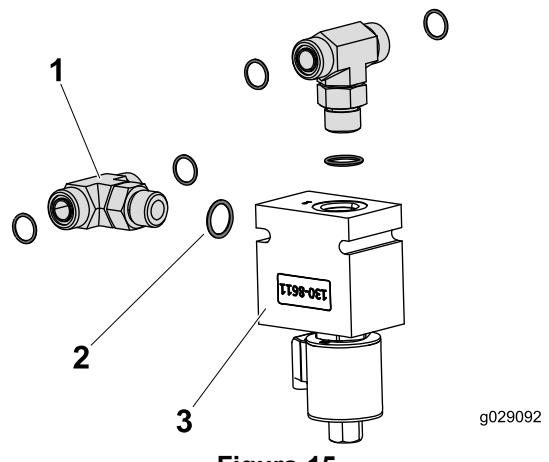

Figura 15
2. Montate i 2 raccordi a T e gli O-ring sulla valvola del collettore, come illustrato nella Figura 15.